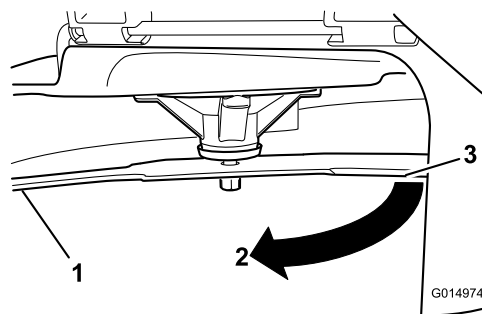

Figura 74
3. Distanța măsurată dintre lamă și suprafață (A)
4. Rotiți aceeași lamă la 180 de grade, astfel încât marginea de tăiere opusă să se afle acum în aceeași poziție (Figura 74).